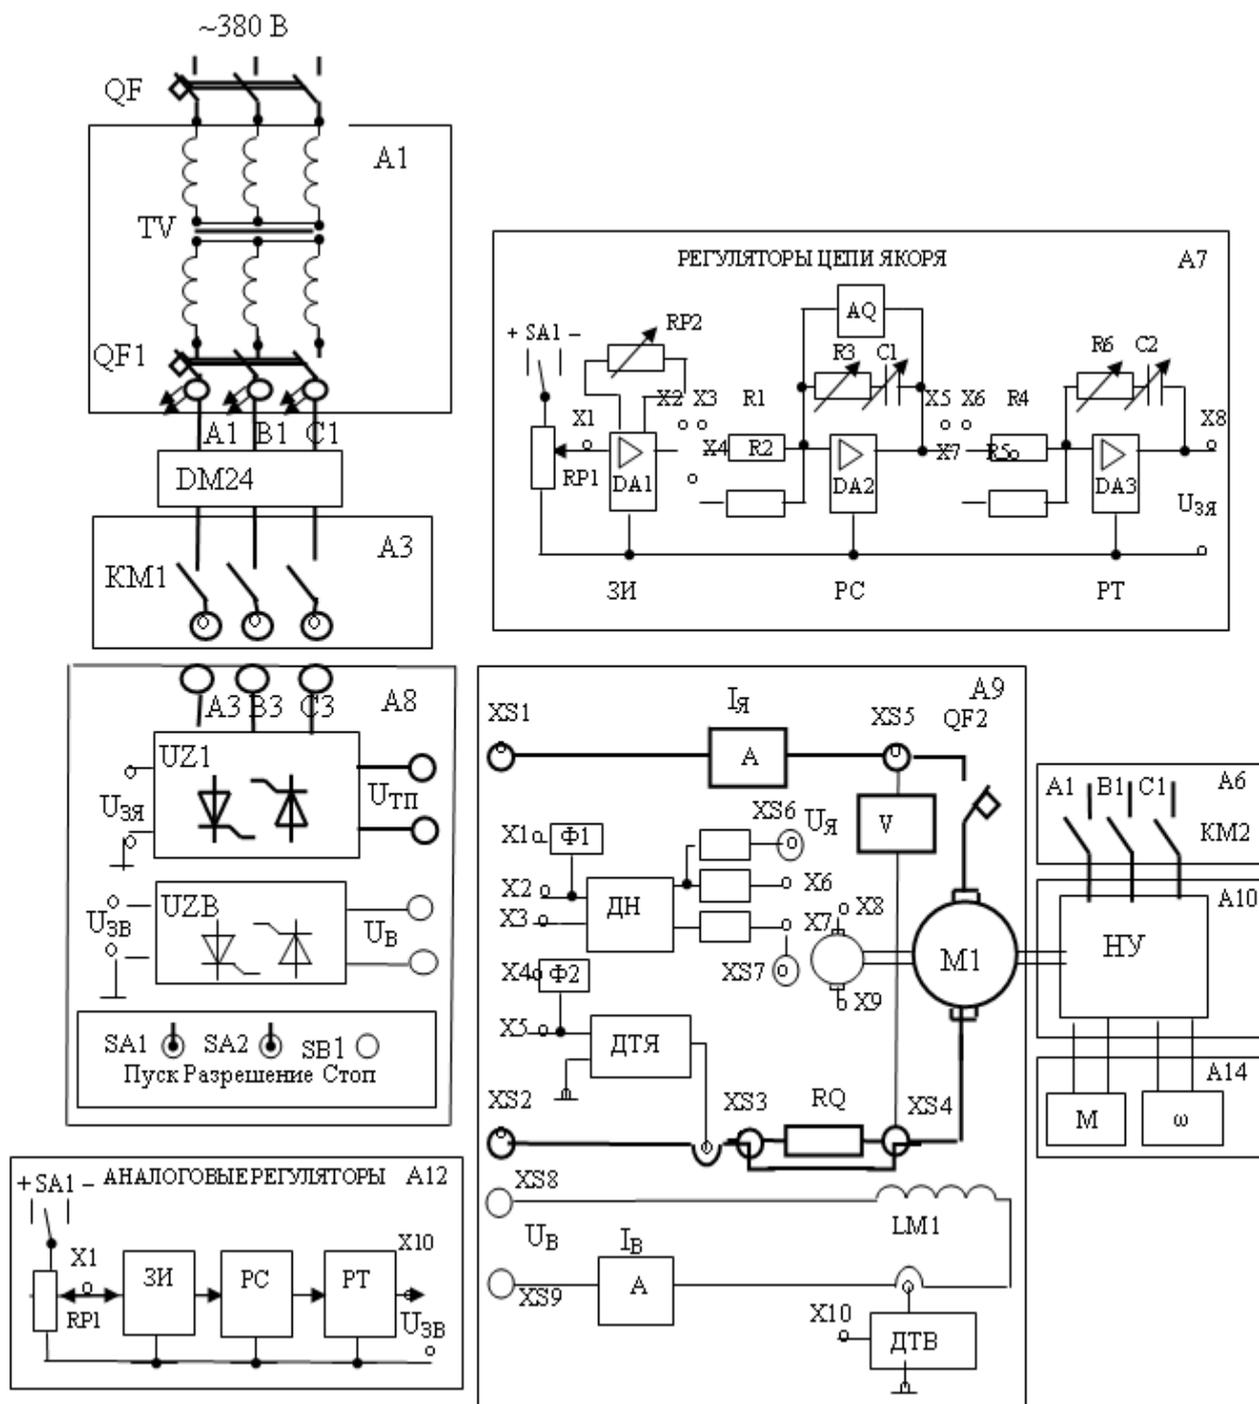

Рисунок 12 – Схема к лабораторным работам 2 и 3
1.3 Собрать схему установки для выполнения исследований переходных процессов (рисунок 12). Подключить в схему необходимые датчики контролируемых величин. Настроить систему электропривода (см. гл.1 п.1.7, гл.2 п. 2.1.4). Проверить линейность нарастания напряжения на якоре  $U_{я}(t)$ . Настроить переходные процессы с заданным значением динамического момента.
- собрать схему лабораторной установки (рисунок 12);
2.2.10 Отключить второй вход осциллографа от датчика тока ДТЯ и подключить к выходным клеммам X8 – X9 тахогенератора (см. рисунок 12).